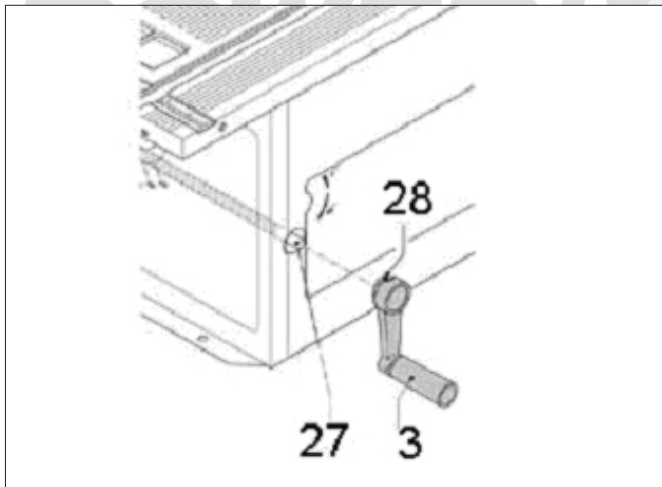

Figur 5
Plasser bordsirkelsagen på stativet slik at skruehullene ligger i flukt, og skru den fast med skruer, strammeskiver og muttere (26) som vist på figur 5.